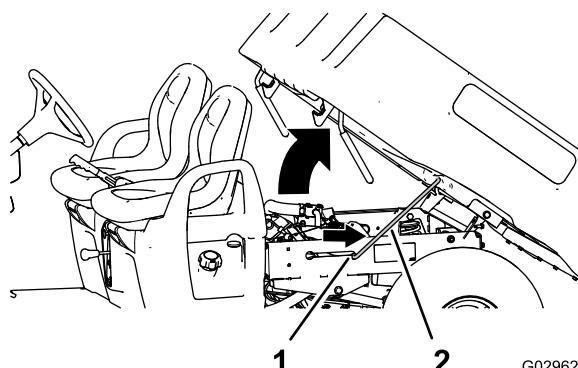

図 3
6. 支え棒を固定用スロットにはめ込んで荷台を固定する図 3。